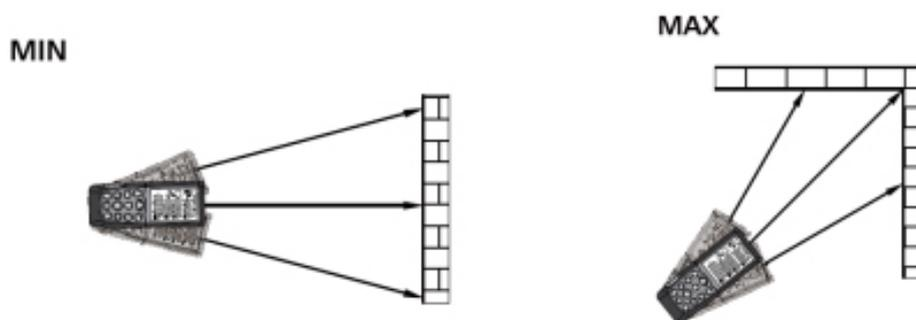

Fig. 5: Exemplos de medição contínua da distância
4. O valor mínimo e máximo da distância são apresentadas nos displays parciais enquanto a medição contínua em modo dinâmico ao mover o instrumento (ver Fig. 5) é apresentada no display resultante